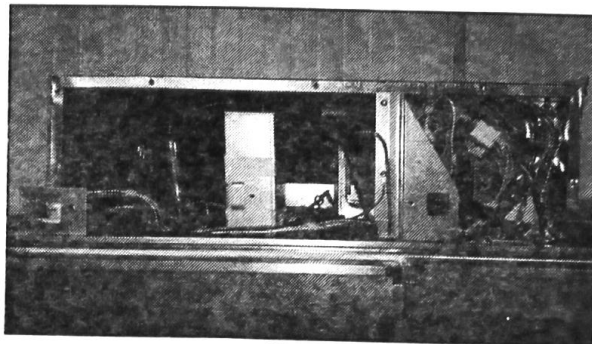

FIGURE 24
29. Réinstaller la niche (couvercle supérieur de l'appareil) retirée à l'étape 5. Voir Figure 24.